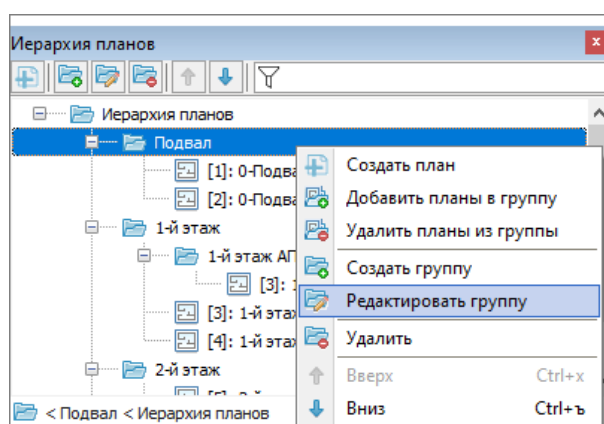

Рисунок 6-594 Редактирование наименования группы планов через контекстное меню группы планов
- либо вызовите контекстное меню для группы планов, наименование которой необходимо изменить, и выберите в нем пункт « Редактировать группу» (см. Рисунок 6-594);